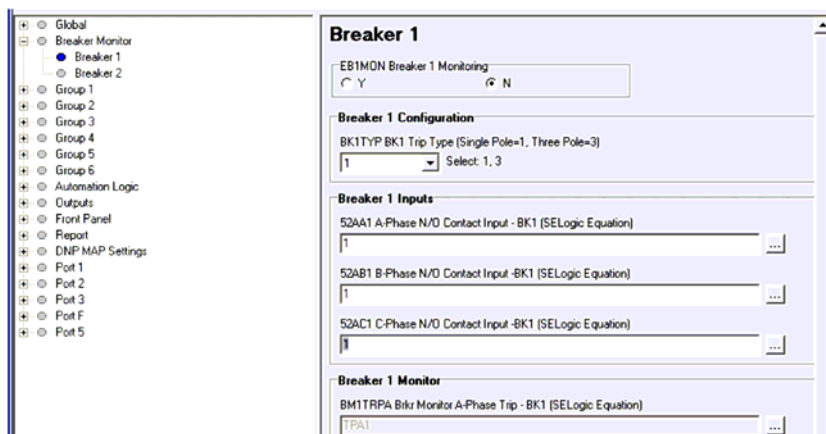

Figura 6.23 Ajustes do Monitor do Disjuntor (Breaker Monitor) do Disjuntor 1 (Breaker 1): ACSELERATOR.
- Clique no botão + próximo à opção **Breaker Monitor** para expandir a ramificação de **Breaker Monitor** na tela da opção **Settings** (ver Figura 6.23).
Vai aparecer a caixa de diálogo **Breaker 1** similar a da Figura 6.23.
As caixas de texto da Figura 6.23 aparecem se o ajuste do Monitor do Disjuntor BK1TYP := 1.